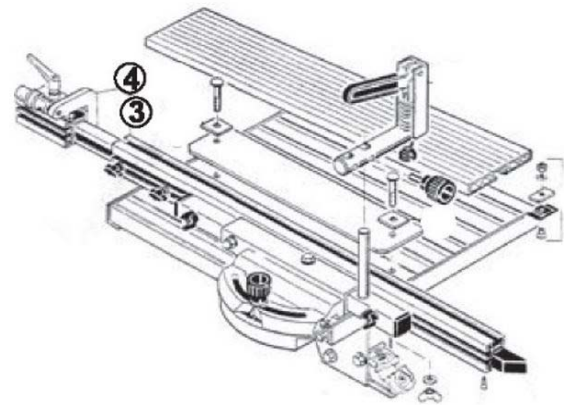

Abb. 13: Skalenhalter einstellen
Schritt 2: Setzen Sie die Führungsschiene (3, Abb. 13) in die Nut der Arbeitsplatte ein und klemmen Sie die Rändelschrauben.
Schritt 3: Stecken Sie den Klappanschlag (4, Abb. 13) in die Führung des Endanschlags ein und fixieren Sie den Klemmhebel.